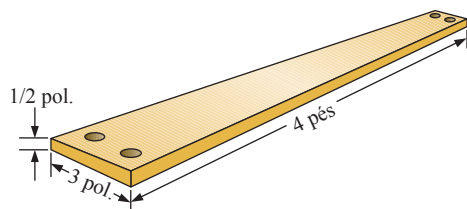

Figura 3.45 Problema 11.
11. a) Qual é a resistência de uma barra coletora de cobre para um prédio alto com as dimensões mostradas ($T = 20^\circ\text{C}$) na Figura 3.45?